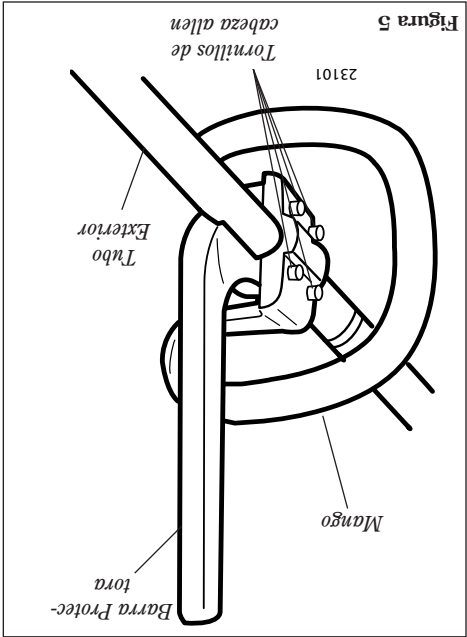

Figura 5
1. La fábrica instala el mango en el tubo exterior y lo posiciona en la posición de apagado. Consulte la figura 5.